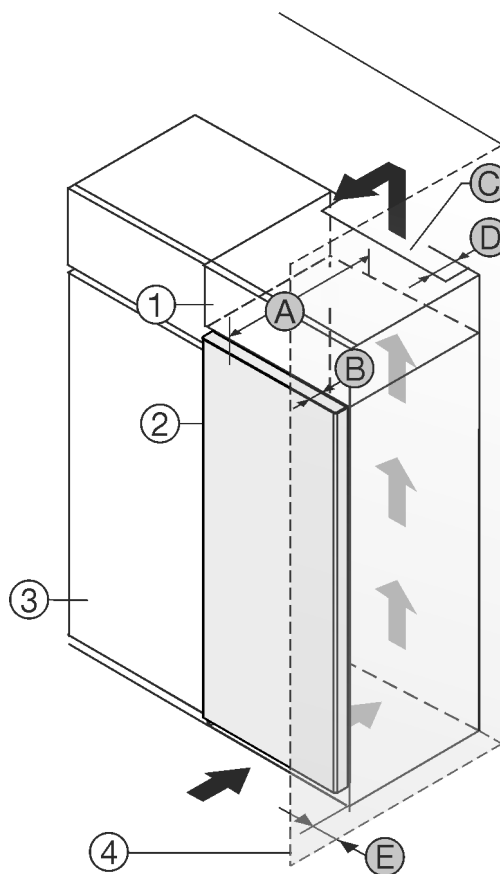

Fig. 1
- (1) Шкаф-пристройка *
- (2) Уред *
- (3) Кухненски шкаф *
- (4) Стена *
- (A) Дълбочина на уреда *
- (B) Дълбочина на вратата *
- (C) Вентилационно напречно сечение *
- (D) Разстояние до гърба на уреда *
- (E) Разстояние до страната на уреда *
Можете да поставите уреда непосредствено до кухненския шкаф Fig. 1 (3)*.
От задната страна на шкафа-пристройка трябва да има вентилационен отвор с дълбочина Fig. 1 (D) по цялата ширина на шкафа-пристройка.*
Под тавана на помещението трябва да е спазено сечението за вентилация Fig. 1 (C).*
Когато уредът се поставя с пантите до стена Fig. 1 (4), разстоянието между уреда и стената трябва да е поне 13 mm.*
Когато уредът се поставя с пантите до стена Fig. 1 (4), разстоянието между уреда и стената трябва да е поне 20 mm.*
За да можете да отваряте вратата изцяло, уредът трябва да е издаден с дълбочината на вратата Fig. 1 (B) спрямо челото на кухненския шкаф. В зависимост от дълбочината на кухненските шкафове Fig. 1 (3) и използването на детайли за отстояние от стената, уредът може да излезе още по-напред.*